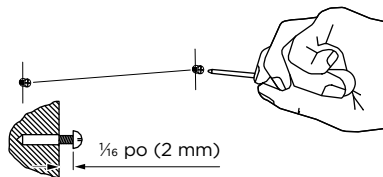
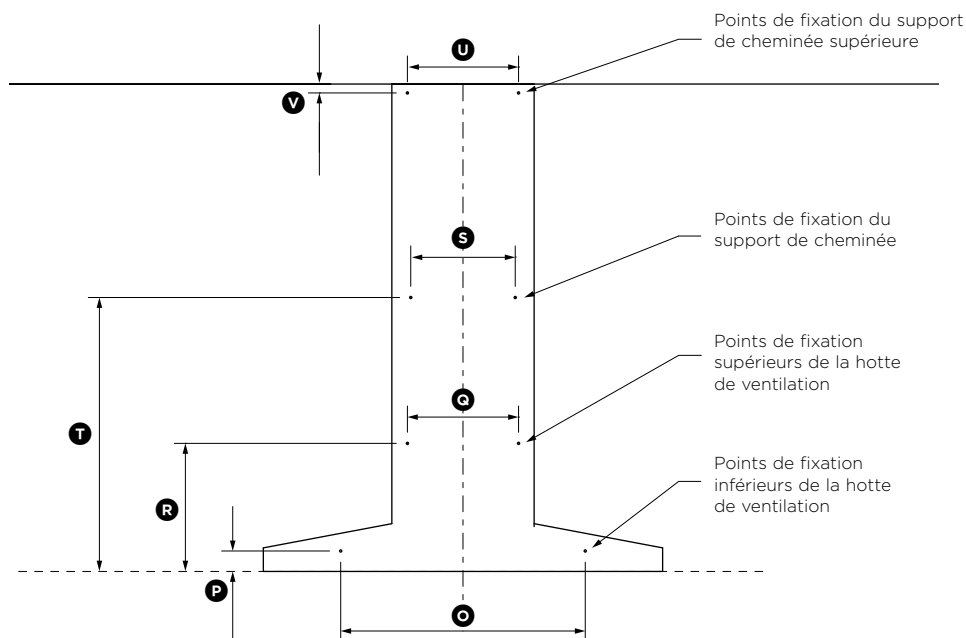

Fig.1
Fig.2
- Assurez-vous que la tension (V) et la fréquence (Hz) indiquées sur la plaque signalétique correspondent à la tension et la fréquence sur le site d'installation.
② Fixez les supports de cheminée et les vis de montage de la hotte de ventilation sur le mur
- Fixez le support de cheminée et le support de cheminée supérieure (si vous utilisez cette dernière) aux emplacements indiqués dans la Fig.2 (page 39) et la Fig.3 (page 40). Utilisez les vis de $1\frac{3}{16}$ po (30 mm) (ainsi que les chevilles expansibles, si vous les fixez à la maçonnerie).
- Fixez les vis de montage supérieures de la hotte de ventilation aux emplacements indiqués dans la Fig.2 (page 39) et la Fig.3 (page 40). Utilisez les vis de $1\frac{3}{16}$ po (30 mm) (ainsi que les chevilles expansibles, si vous les fixez à la maçonnerie). Assurez-vous de laisser un espace de $\frac{1}{16}$ po (2 mm) entre la tête de vis et le mur (Fig.1).